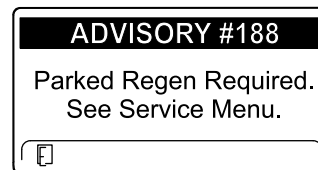

Figura 54
- É necessária regeneração em estacionamento AVISO N.º 188 (Figura 54)